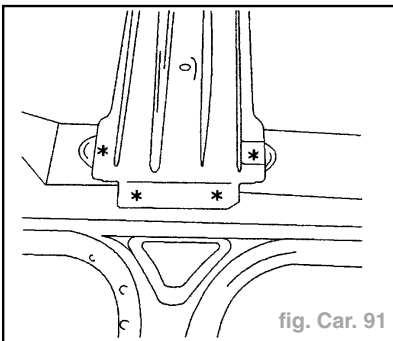

fig. Car. 91
- Dégraffer les points à l'aide d'une fraise de  $\varnothing = 8 \text{ mm}$  (fig. Car. 91).